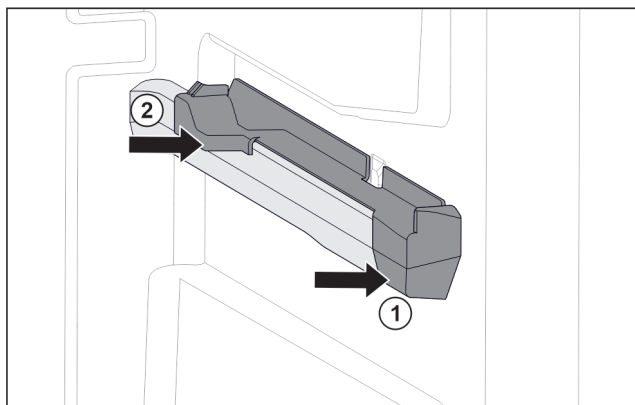

Fig. 132 Elemento inseribile sulla nervatura destra del contenitore
- Posizionare l'elemento inseribile sulla parte anteriore della nervatura del contenitore. Fig. 132 (1)
- Premere l'elemento inseribile sulla parte posteriore. Fig. 132 (2)